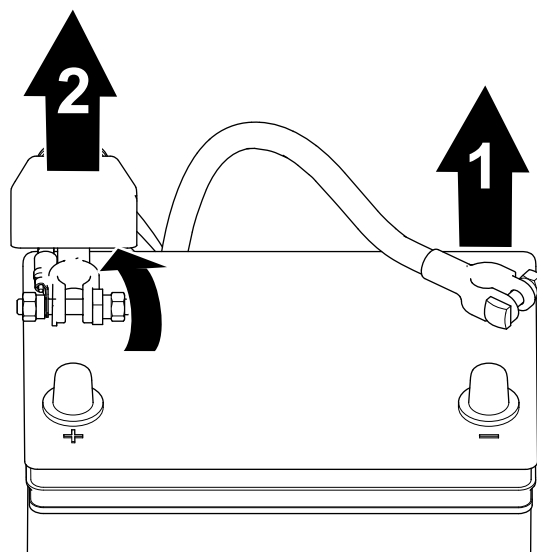

Figure 37
1. Débranchez le câble négatif de la borne de la batterie (Figure 37).
2. Soulevez le capuchon isolant et débranchez le câble positif de la borne de la batterie (Figure 37).